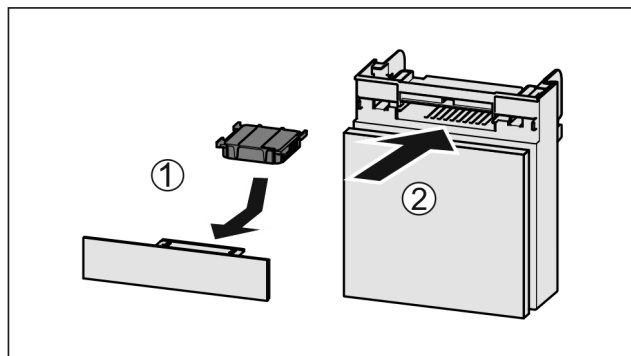

Fig. 163
- Insérer le filtre à charbon actif d'après le schéma Fig. 163 (1).
- Insérer le compartiment Fig. 163 (2).